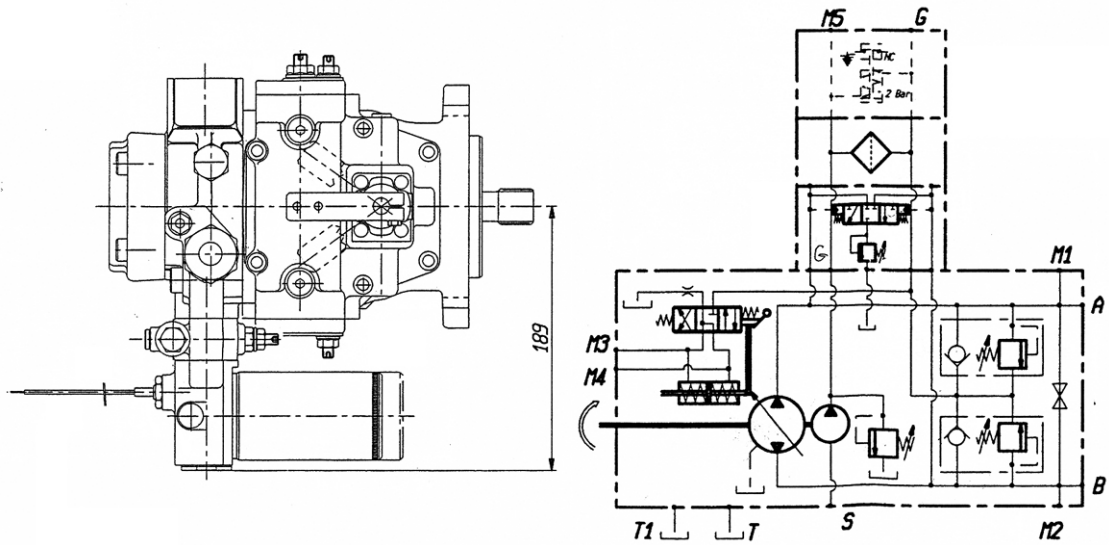

Рис. 21. «Промывочный» распределитель с фильтром в напорной гидрролинии подпиточного насоса.
- «Промывочный» распределитель с фильтром в напорной гидролинии подпиточного насоса (рис. 21);